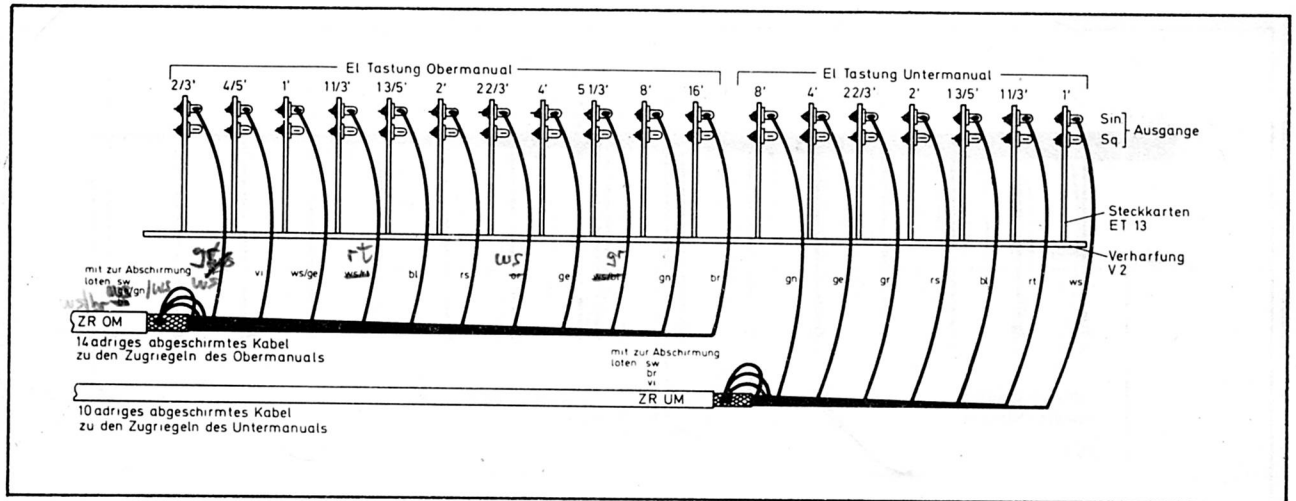

Abb. 79: Anschluß der Sinus-Ausgänge der Elektronischen Tastung
- e) Das Kabel ("ZR UM") nach Abb. 79 an den Lötstiften "Sin." der Steckkarten ET 13 für das UM anlöten. Die drei übrigbleibenden Leitungen mit zur Abschirmung löten.
- Anschluß nach den Abb. 79 und 81, Kabel auf dem gleichen Weg wie das Kabel "ZR UM" bis zum Schiebesatz Effekte (ZR 6) verlegen.